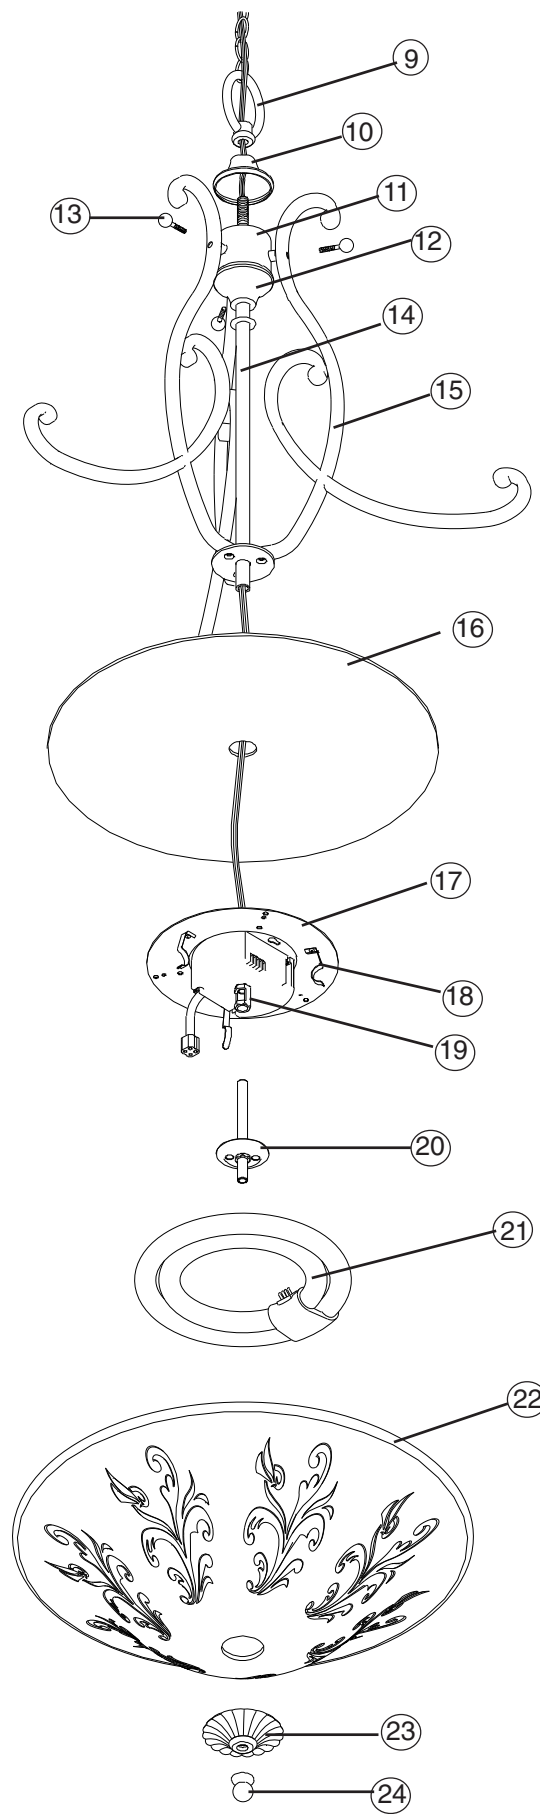

Figure 1
2. **To install Glass Panel (16)**, thread fixture supply wires through center hole of the Glass Panel and rest Glass Panel carefully on the back of the Housing Assembly (17). **See Fig. 1.**
3. **To install Arm Assembly (15)**, position Arm Assembly in upright position, rotate arms outward and thread fixture supply wires through center hole of washer on bottom of Arm Assembly. Set Arm Assembly carefully on top of Glass Panel. **See Fig. 1.**
4. **Thread fixture supply wires through Center Pipe (14).**
5. **Thread fixture supply wires through center of Bottom Cup Cover (12) & Cup (11) and rest on lip of Center Pipe.**
6. **To secure Arms to Cup, remove Ball Finials (13)** from Cup (11), align each Arm with a hole in the Cup and secure with a Ball Finial. **See Fig. 1.**
7. **To install Loop (9), thread fixture supply wires through holes in Top Cup Cover (10) & Loop (9).** Position Top Cup Cover over Cup (11) and install Loop (9) onto protruding Center Pipe.
8. **Attach Chain (7) to the Loop (9) with Lockable Link (8).**
18. **Thread longer end of Diffuser Alignment Assembly (20)** into Hickey (19), in center of Housing Assembly (17). **See Fig. 1.**
19. **Lift Glass Diffuser (22) up below Housing Assembly** and align hole in Glass Diffuser with Diffuser Alignment Assembly (20). Secure Glass Diffuser with Decorative Cup (23) and Finial (24). **See Fig. 1.**
2. **Para instalar el Panel de Cristal (16)**, encamine los alambres de suministro eléctricos del luminario a través del agujero de centro del Panel de Vidrio y coloque con cuidado el Panel de Cristal de la trasera del Ensamblaje de la Carcasa (17). **Vea Fig. 1.**
3. **Para instalar el Ensamblaje del Brazo (15)**, coloque el Ensamblaje del Brazo en la posición vertical, gire los brazos hacia fuera y encamine los alambres de suministro eléctricos a través del agujero de centro de la arandela en el fondo del Ensamblaje del Brazo. La Coloque con cuidado el Ensamblaje del Brazo encima de Panel de Cristal. **Vea Fig. 1.**
4. **Encamine los alambres de suministro eléctricos del luminario** a través del Tubo Central (14). *Nota: los alambres deben salir por la parte roscada del Tubo. Deslice el Tubo Central hacia la parte trasera del Ensamblaje de la Carcasa (17) y rosque el extremo del Tubo Central en la parte trasera del Ensamblaje de la Carcasa.*
5. **Encamine los alambres de suministro eléctricos a través del centro de la Cobertura de Copa Inferior (12) y Copa (11) y repose en el borde del Tubo Central.**
6. **Para asegurar los Brazos a la Copa, quite los Finials Esféricos (13)** de la Copa (11), alinee cada Brazo con el agujero en la Copa y asegure con un Finial Esférico. **Vea Fig. 1.**
7. **Para instalar el Lazo (9), encamine los alambres de suministro eléctricos del luminario** a través de los agujeros en la Cobertura de Copa Superior (10) y el Lazo (9). Coloque la Cobertura de Copa Superior sobre la Copa (11) e instale el Lazo (9) en el Tubo Central sobresaliente.
8. **Conecte la Cadena (7) al Lazo (9) con Eslabón de Cierre (8).**
18. **Rosque el extremo más largo del Ensamblaje de la Alineación de Difusor (20)** en el "Hickey" (19), en el centro del Ensamblaje de la Carcasa (17). **Vea Fig. 1.**
19. **Levante el Difusor de Cristal (22)** debajo del Ensamblaje de la Carcasa y alinee con el ensamblaje de Alineación del Difusor (20). Asegure con la Copa Decorativa (23) y Finial (24). **Vea Fig. 1.**